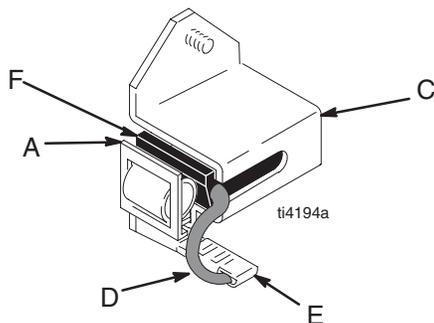

Fig. 6
1. Fig. 6. Instale la nueva escobilla (F), con el hilo conductor, en el portaescobillas (C).
3. Fig. 6. Instale la abrazadera de resorte (A). Introduzca el gancho (B) en el portaescobillas (C).